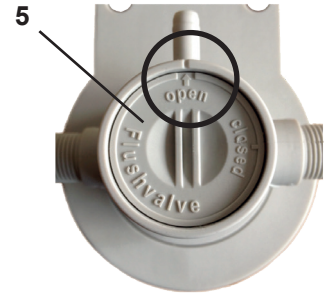

Fig. 5
- ⇒ Open the purge valve (5, Fig. 5).